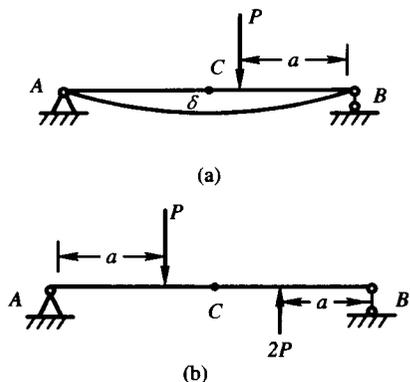

图 1-3
5. 已知图 1-3(a)所示简支梁, 在力 P 作用下, 中点 C 处挠度为 δ , 那么, 当梁上载荷如图 1-3(b)时, 则梁中点 C 处的挠度为_____。(两个梁的跨度相同)